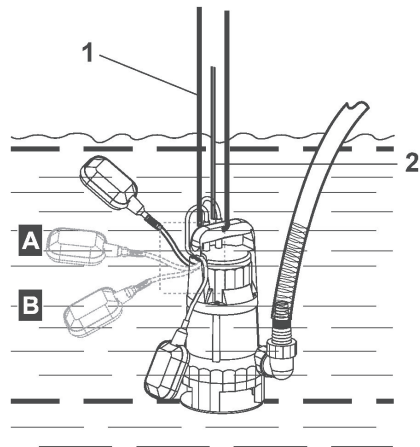

Fig. 4
- Fixez une corde (non fournie) à la poignée (1) et plonger le produit avec précaution dans le réservoir d'eau (Fig. 4).
**NOTA:** Asegúrese de que el depósito de agua tenga unas dimensiones mínimas de 40 x 40 x 50 cm, de forma que el interruptor de flotación (8) se pueda mover libremente.
**NOTA:** Le recomendamos que disponga el cable de alimentación por medio de abrazaderas junto a la cuerda de sujeción (fig.4).
- Fije una cuerda (no proporcionada) al mango (1) y sumerja el producto con cuidado en el depósito de agua (Fig.4).